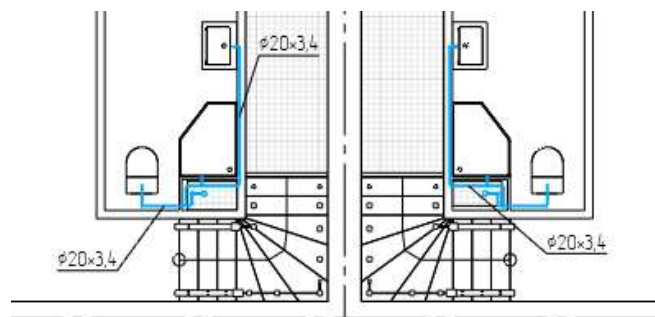

Рисунок 12.3 – Установка маркеров труб
3. Укажите точки вставки маркера на чертеже, на горизонтальных участках труб, см. рис. 12.3.